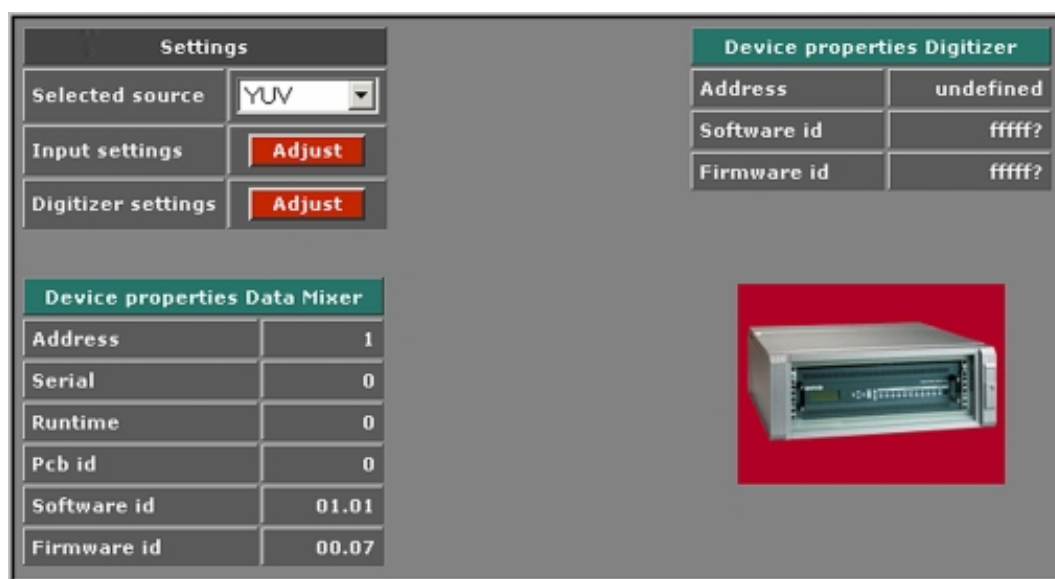

Imagen 7-1
1. Haga clic en el icono D310 para abrir la siguiente ventana. (imagen 7-1)
1. Haga clic en **Adjust** para tener acceso a los parámetros de ajuste del digitalizador imagen 7-1.